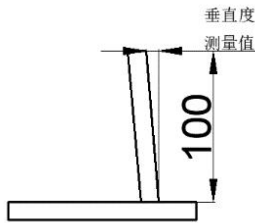

图 5 垂直度的测量示意图
4) 裁判员测量角焊缝垂直度时，应在距离焊缝中心 100mm 处进行测量。垂直度的测量如图 5 所示。